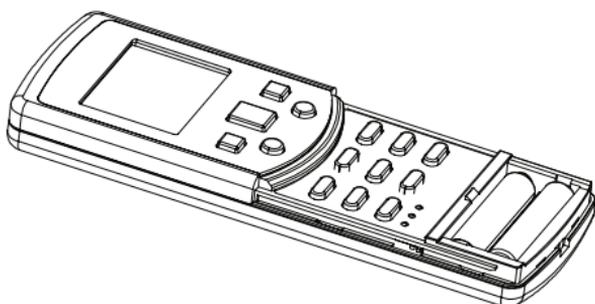

Abb. 2.6
- 2) Entnehmen Sie den Batteriefachdeckel (siehe Abb. 2.6).